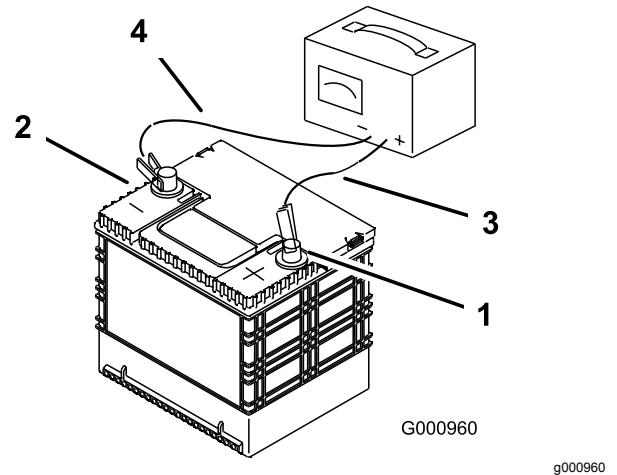

Bild 68
2. Wenn die Batterie ganz aufgeladen ist, ziehen Sie den Stecker des Ladegeräts aus der Dose. Klemmen Sie dann die Klemmen des Ladegeräts von den Batteriepolen ab (Bild 68).